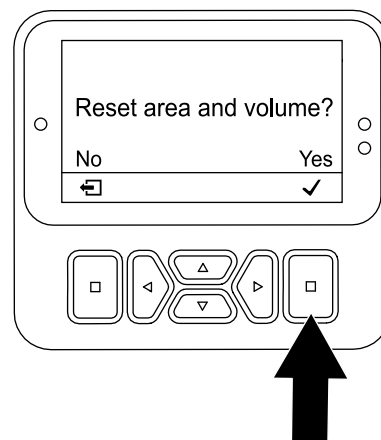

Figura 101
5. No ecrã RESET AREA AND VOLUME, prima o botão de seleção (Figura 101).